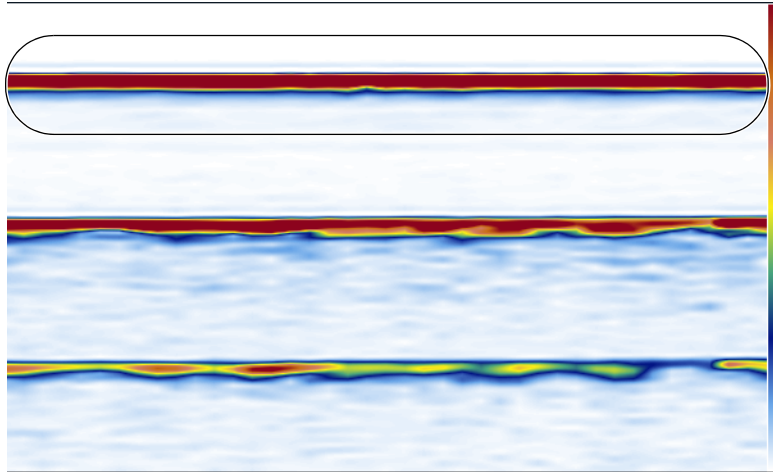

Abbildung 4-4 S-Bild-Anzeige (Beispiel)
7. Stellen Sie sicher, dass das Signal des S-Bilds nicht durch Luftblasen gestört wird (siehe Abbildung 4-4 auf Seite 67).